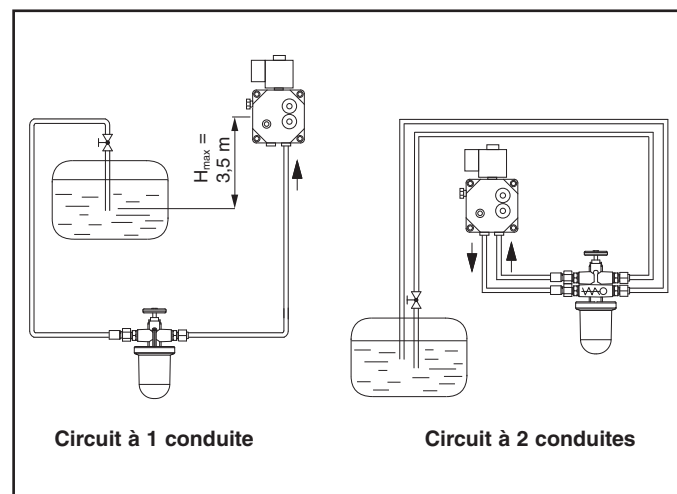

Figure 12
2.8. Dimensions des conduites de fioul (Cf. fig. 12)